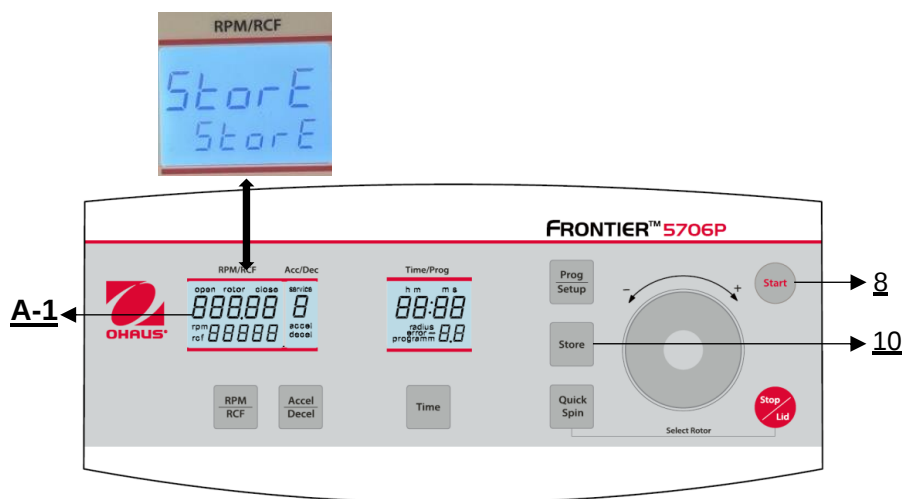

Figura 29
Tutte le impostazioni modificate devono essere confermate con il tasto **"Start"** (8) o **"Store"** (10). La parola **"Store"** appare sul display **"RPM | RCF"** (A-1) - Solo a questo punto le preselezioni sono valide (**vedere Figura 29**). Dopo aver memorizzato le impostazioni, è possibile passare nuovamente alla modalità di programma normale spegnendo la centrifuga per un breve periodo.